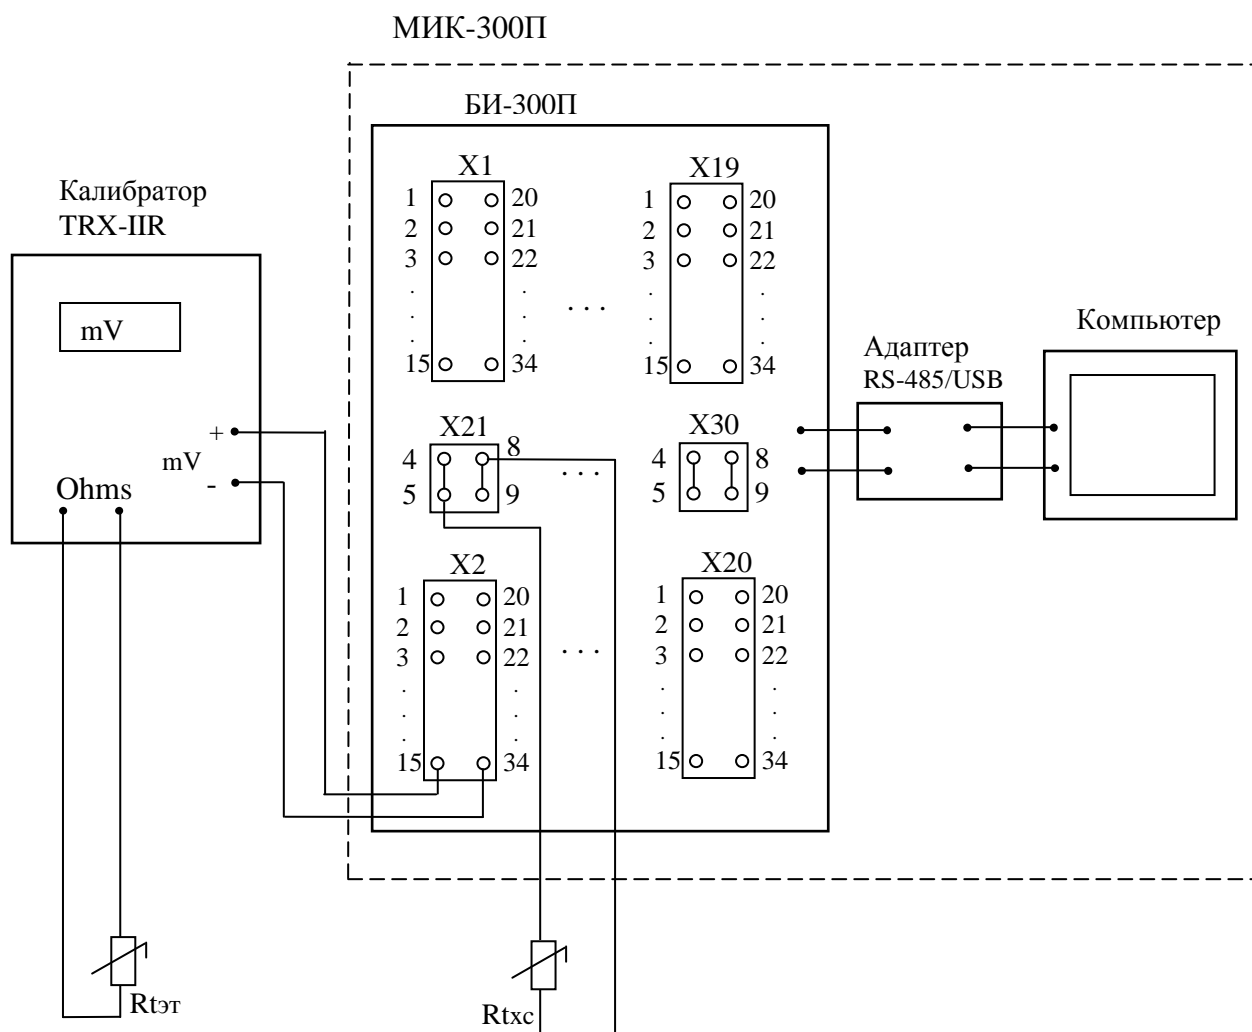

Рис. 2. Схема определения дополнительной погрешности преобразования от изменения термо-ЭДС свободных концов термопары.
4.4.4.1 Собирают схему, изображённую на рис.2, соблюдая полярность подключения калибратора и каналов измерения БИ-300П.